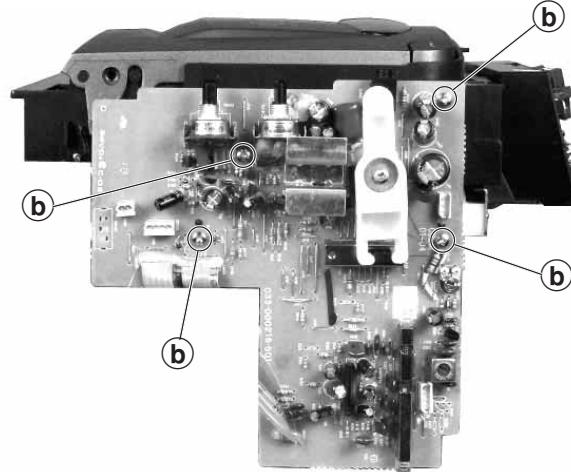

Fig. 8
- 4 Schrauben ② herausdrehen (Fig. 8) und Audioplatté abnehmen.
- Undo 4 screws ② (Fig. 8) and remove the audio PCB.